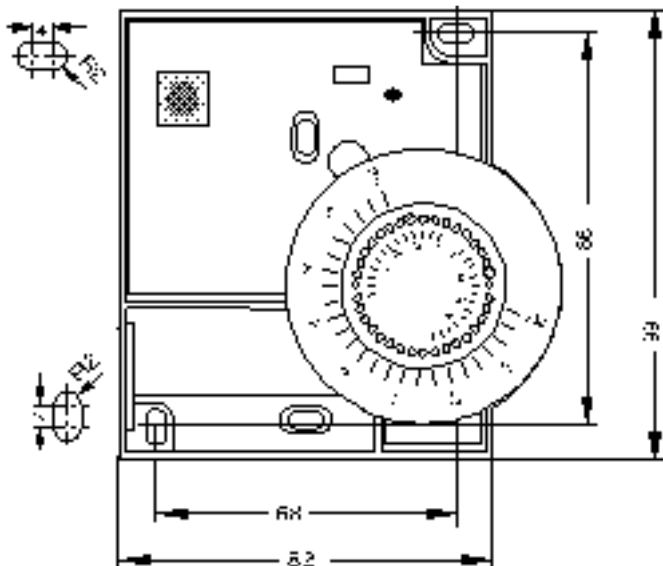

Figure 4 : Localisation des trous de perçage (mesures en mm) et position de la roue de sélection
Sur la Figure 4, par exemple, les pions sont placés de telle façon que la molette de réglage ne peut être ajustée que sur ± 3 °C par rapport à la position 0.
7. Vérifier que la molette de réglage se trouve dans la position indiquée à la Figure 4.
8. Si la molette de réglage n'est pas dans la position illustrée à la Figure 4 : soulever la molette de réglage, la déplacer sur 90° et l'amener à la position de la Figure 4.
5. S'assurer que la molette de réglage est dans la position indiquée à la Figure 4.
6. Si la molette de réglage n'est pas dans la position illustrée à la Figure 4 : soulever la roue de sélection, la déplacer sur 90° et l'amener à la position de la Figure 4.